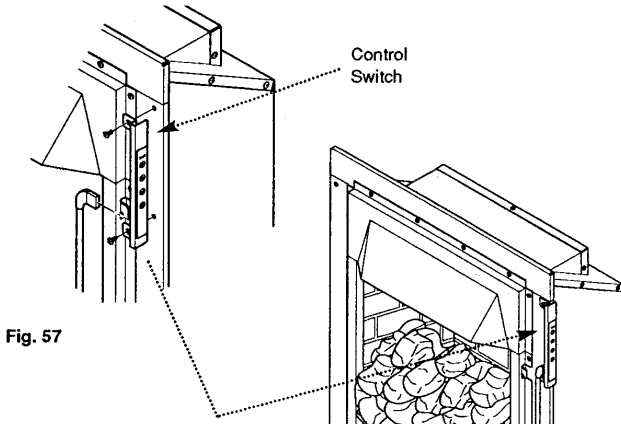

Fig. 57
11.11 Control Switch (Fig. 57)